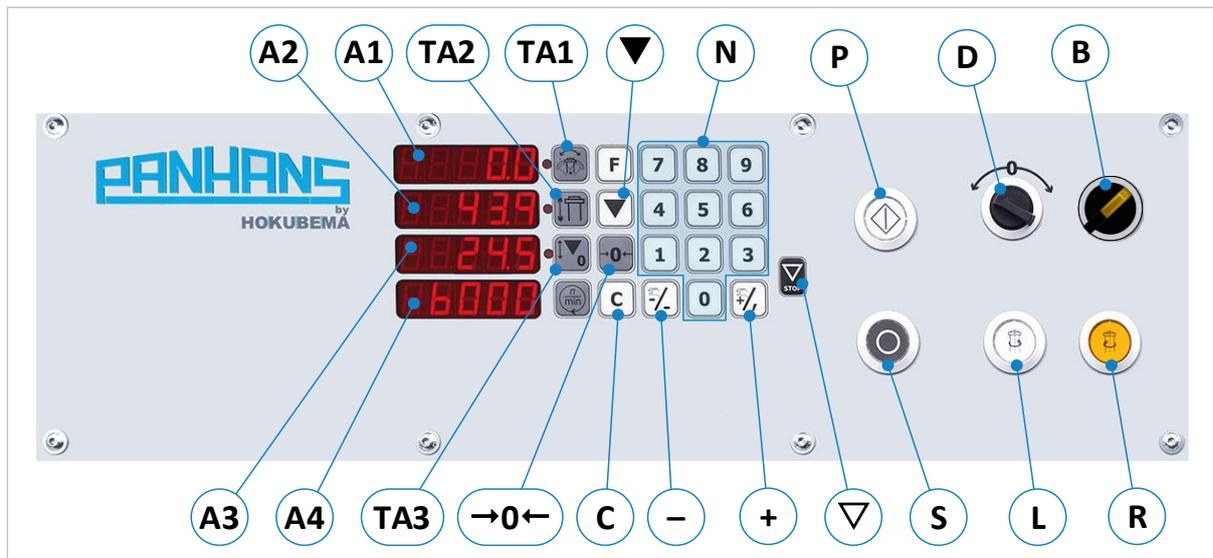

Abbildung 12: Bedienpanel
- Bei laufender Spindel zunächst den Druckschalter  drücken (siehe ⇨ Abbildung 12), um die Spindel auszuscha­len. Dann ca. 15 Sekunden warten → Die Motorbremse öffnet sich automatisch.